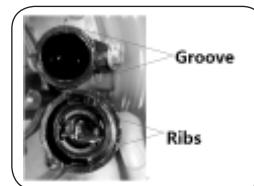

Рис. 10
2. Вставьте щуп в маслозаливную горловину, но не поворачивайте его. Рис. 10